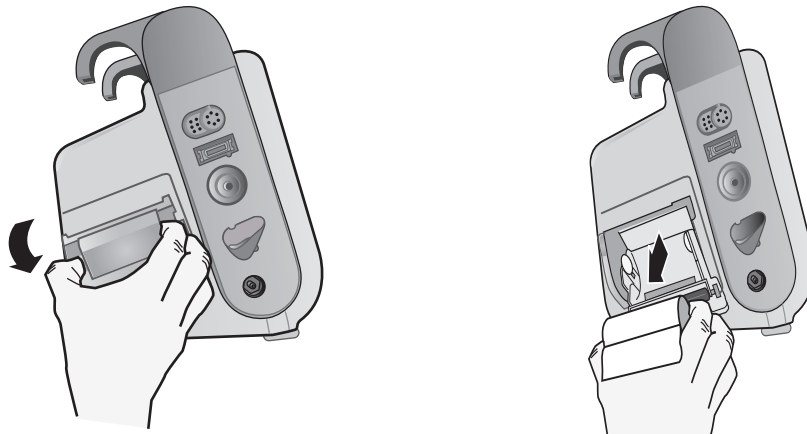

Abbildung 24-1. Öffnen der Druckerklappe und Entfernen des Papiers
- Ziehen Sie an der Druckerklappe, um sie zu öffnen (siehe Abb. 24-1), und entnehmen Sie das Papier.